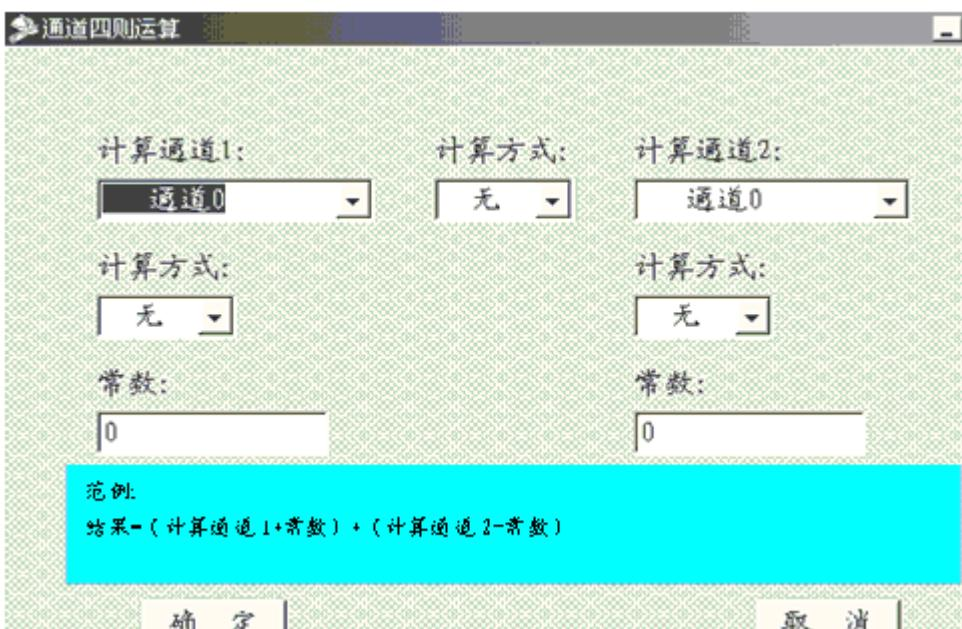

图 2-8 通道四则运算界面
(1) 点击此项后，出现“输入灵敏度”对话框，输入一个“输入灵敏度”的限值，为有效的峰谷值，大于限值的峰能检出。例：“输入灵敏度”为 25，对峰值为 50 峰就能检出；若“输入灵敏度”为 60，则对峰值为 50 峰就不能检出。
(2) 再点击子菜单中“峰谷点数据显示”，可以显示出峰和谷的值大小。
6. 四则运算。点击图 2-7 的“四则运算”，进入“通道四则运算”界面，见图 2-8。此计算可作单个通道与常数间的运算，也可作通道间的四则运算。